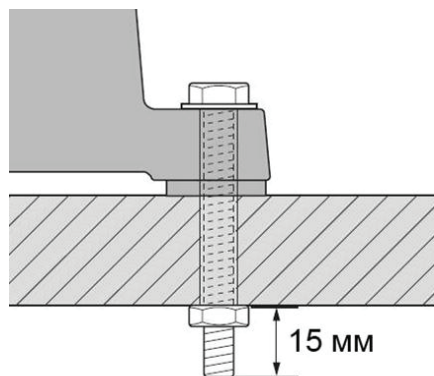

Рис. 1
5. Убедитесь, что каждый болт выступает минимум на 15 мм (Рис. 1)